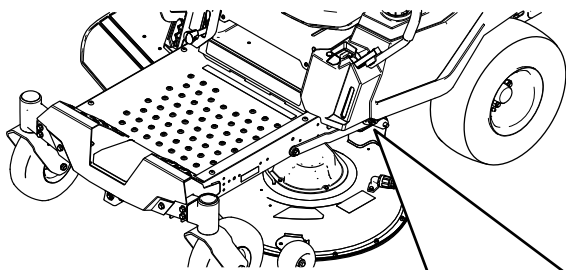

Figure 63
6. Retirez la goupille fendue et la rondelle de l'axe inférieur du bras de levage (**Figure 63**).